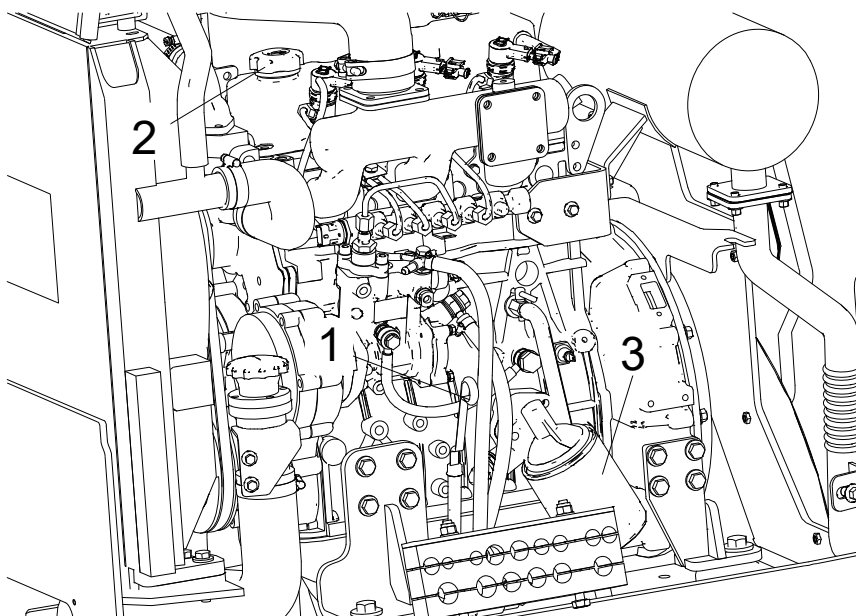

Рисунок 5-8: Маслозаливная горловина смазки двигателя (2).
1. После охлаждения охладителя, поставить подходящую емкость под сливным отверстием охлаждающей жидкости (3) (рисунок 5-8).
3. Открыть крышку (1) радиатора.
- 1 Добавить смазочное масло в двигатель через маслозаливную горловину (2) Рисунок 5-8;